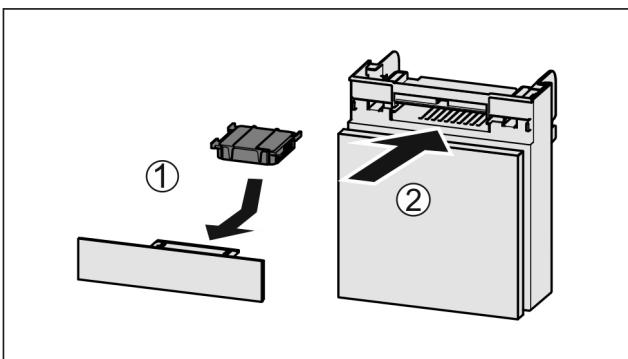

Fig. 136
- ▶ 按图装入 Fig. 136 (1) 活性炭过滤器。
- ▶ 推入 Fig. 136 (2) 抽屉。